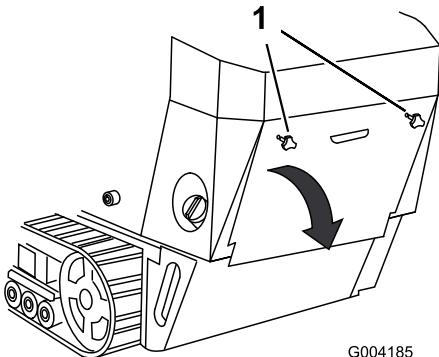

Figura 29
- Desenrosque los 2 pomos que fijan el panel de acceso trasero a la máquina (Figura 29).
- Baje el panel de acceso trasero y retírelo para tener acceso a los componentes internos (Figura 29).